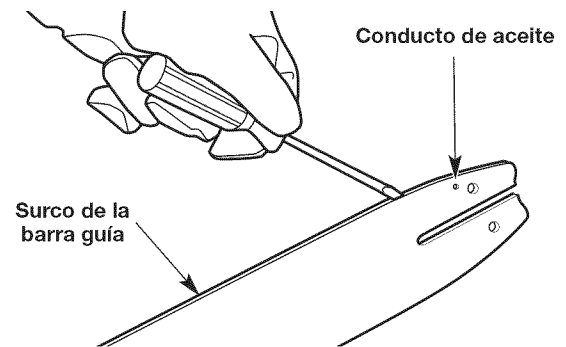
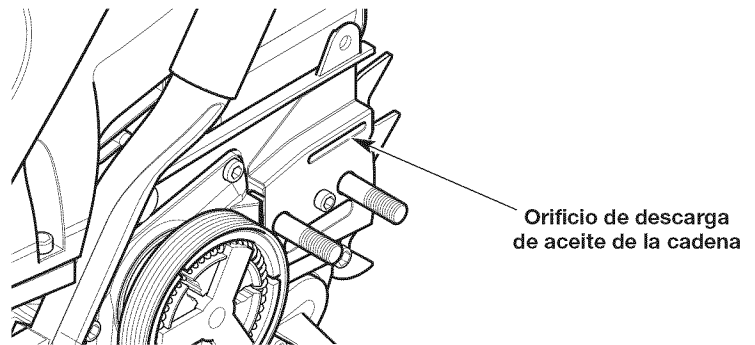

Fig. 38
Fig. 39
- Limpie la canaleta de la barra de guía y los pasos de aceite siempre que se extraiga la cadena, cuando la unidad se ha usado mucho o cuando la cadena de la sierra parece estar sucia. Use un destornillador, una espátula, un cepillo de alambre o similar para retirar los residuos de la canaleta de la barra de guía (Fig. 38). Utilice un alambre liso y pequeño para eliminar cualquier desecho del orificio de descarga de aceite de la cadena (Fig. 39).